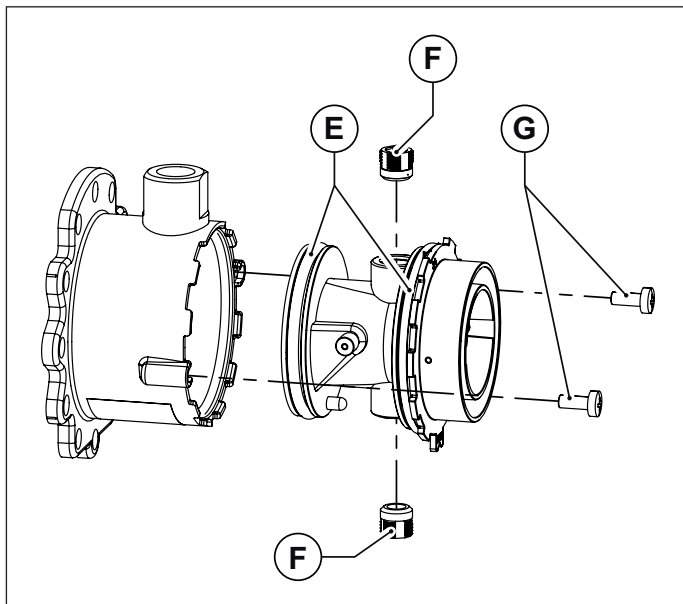
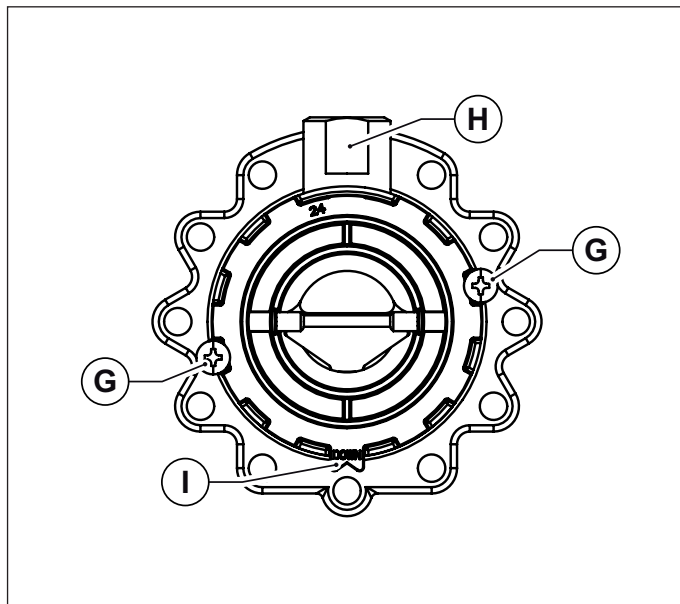

Fig. 31 Corpo in plastica del miscelatore
Fig. 32 Orientamento di montaggio
- Sfilare il corpo in plastica del miscelatore, svitando le due viti di fissaggio (vedi Fig. 31 Corpo in plastica del miscelatore).
- Svitare i due ugelli del miscelatore utilizzando una chiave a brugola da 6 mm (vedi Fig. 31 Corpo in plastica del miscelatore).
- Rimontare il corpo in plastica (Venturi) inserendolo nel miscelatore e avvitandolo con le viti di fissaggio, avendo cura di non danneggiare le guarnizioni o-ring che sono montate agli estremi del corpo in plastica (vedi Fig. 31 Corpo in plastica del miscelatore) e di rispettare l'orientamento di montaggio (vedi Fig. 32 Orientamento di montaggio).
- Montare il mixer riassembleto al ventilatore con le viti a brugola, avendo cura di riposizionare, fra mixer e ventilatore, l'o-ring di tenuta (vedi Fig. 31 Corpo in plastica del miscelatore).